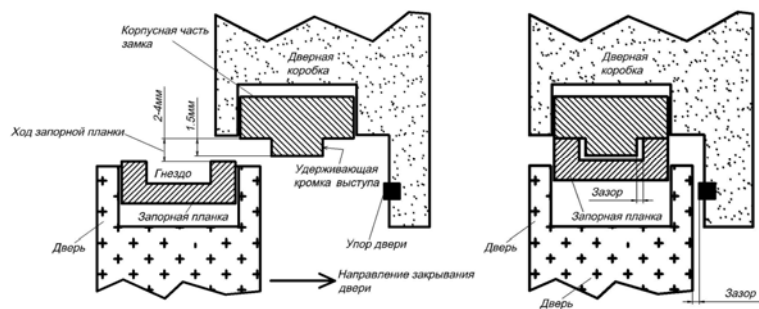

Рис.4
- 5.3 Точность расположения частей замка друг относительно друга должна быть: в продольном направлении (вдоль длинной стороны) 2-4мм, в поперечном направлении 1-2мм. В закрытом положении двери между рабочими кромками на удерживающем выступе и в гнезде должен сохраняться гарантированный зазор. При этом подвижная пластина якоря не должна защемляться из-за влияния уплотнения двери, деформации дверного полотна, неточной навески петель и других факторов создающих «отдачу» двери при закрывании (рис.4).